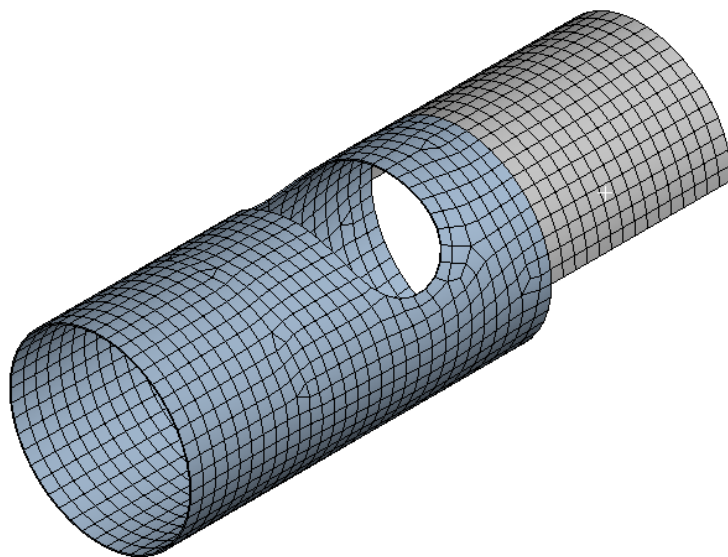

Рис. 21. Генерация сеточной модели
15.5. Нажимаем ПКМ на **Mesh** и выбираем **Generate mesh**. Готовая сеточная модель представлена на рис. 21. Закрываем окно блока **Model**.